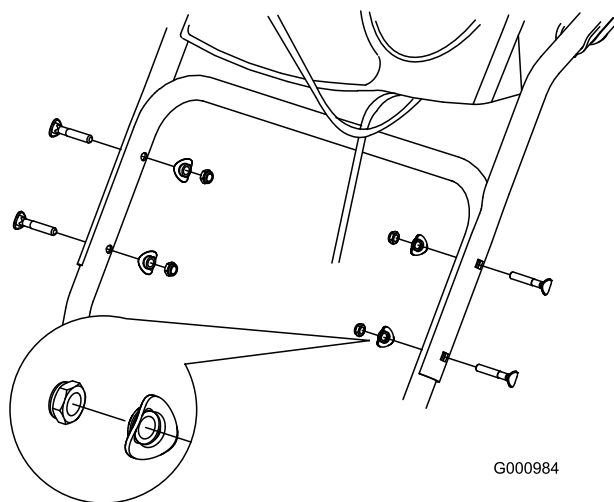

Figura3
1. Ridicați și rotiți mânerul superior și poziționați-l peste mânerul inferior (Figura3).
2. Montați 2 șuruburi de mâner, 2 șaibe curbate și 2 contrapiulițe în orificiile mânerului inferior (Figura3).